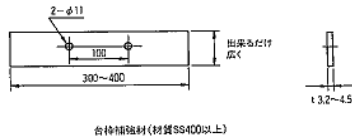

図9
5. 本体フレームが垂直になるように注意しながら、本体フレームを付属のM10ボルト(バネ座金付) 2本で台枠の前面取付穴に動かない程度に取付けて下さい。台枠の強度が不足していると使用中に枠材の変形等が生じることがありますので、このような場合(t4.5未満をめぐりして下さい)は台枠補強材(図9参照、貴社にてご用意下さい)を台枠裏面に溶接固定後、本体フレームを取付けて下さい。